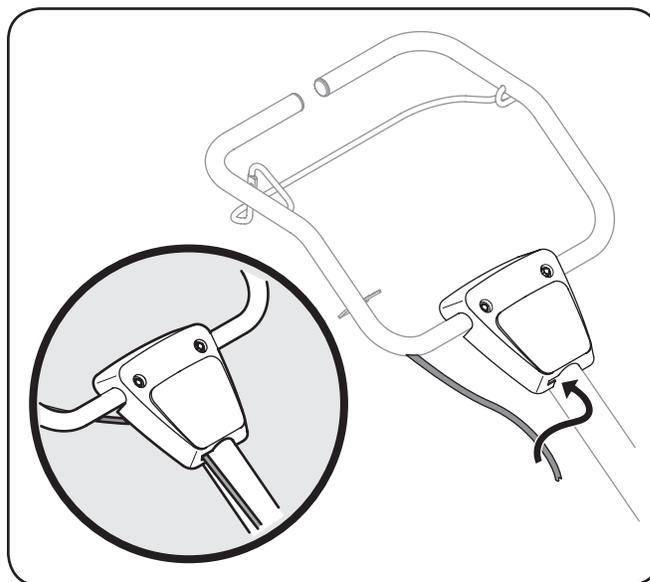

Figure 3-3
4. Fixez les câbles au guide-câbles qui se trouve sur le panneau de la poignée. Voir Figure 3-3.